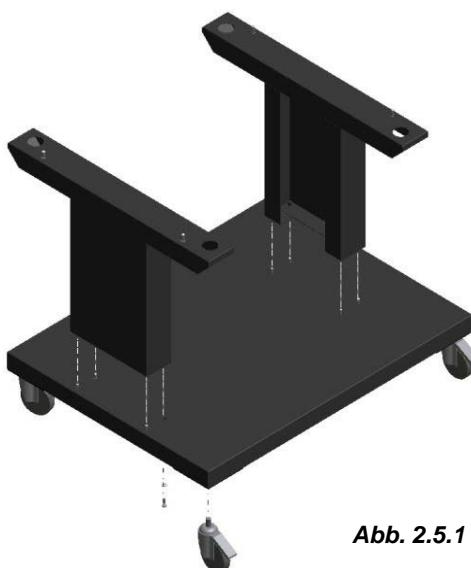

Abb. 2.5.1
- Das Fahrgestell, wie in Abbildung 2.5.1. gezeigt, montieren.